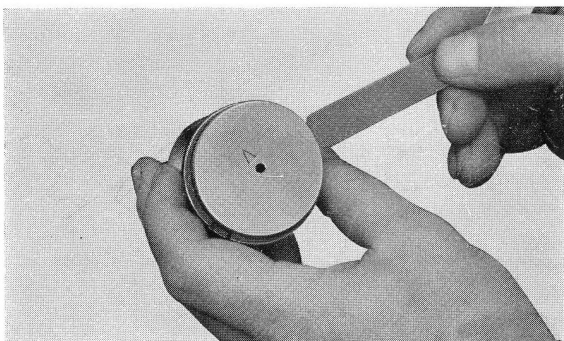

Figure 2-29 : vérification du jeu latéral des segments
4. Jeu latéral des segments : le mesurer avec un segment neuf (figure 2-29).